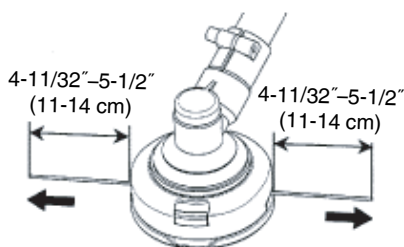

Fig. 42
- (7) La longueur initiale du fil de coupe devrait être d'environ 4-11/32"-5-1/2" (11 à 14 cm), égale des deux côtés. (Fig. 42)